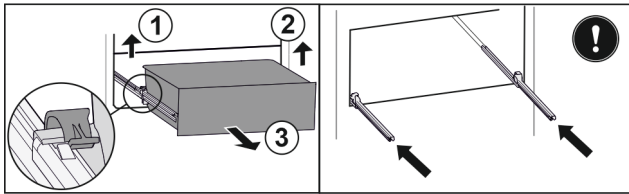

Fig. 88
- ▶ Løft venstre klemme og trekk samtidig skuffen fremover til venstre. Fig. 88 (1)
- ▶ Løft høyre klemme og trekk samtidig skuffen fremover til høyre. Fig. 88 (2)
- ▶ Ta ut skuffen framover. Fig. 88 (3)